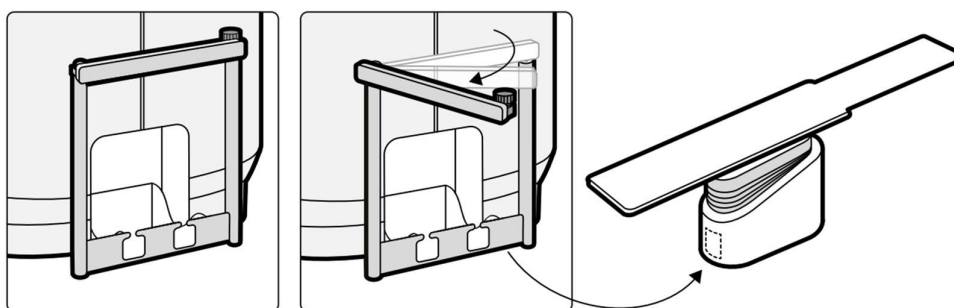

Figure 3 – Rail d'accessoires pour base de table
* Les tables AD7XT et AD7XNT disposent d'un rail d'accessoires pour base de table en option. La figure 3 présente un schéma du rail d'accessoires et son emplacement sur la base de la table.